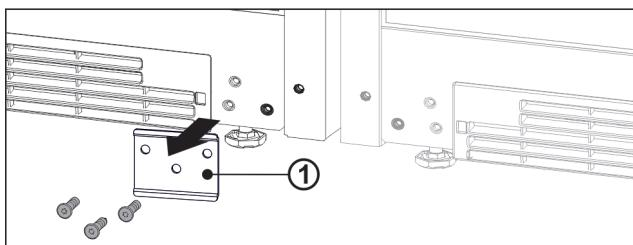

Fig. 13
► Если установлен металлический лист Fig. 13 (1), открутите металлический лист.